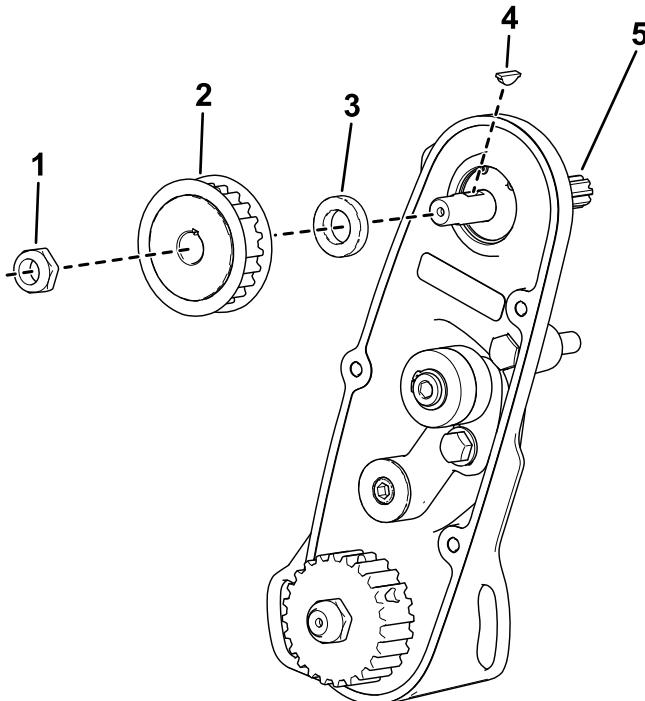

Bild 5
- F. Entfernen Sie die Mutter, die Riemenscheibe, das Distanzstück und die Passfeder (Bild 5).
- G. Entfernen Sie die vorhandene Spindelantriebswelle (**Bild 5**).